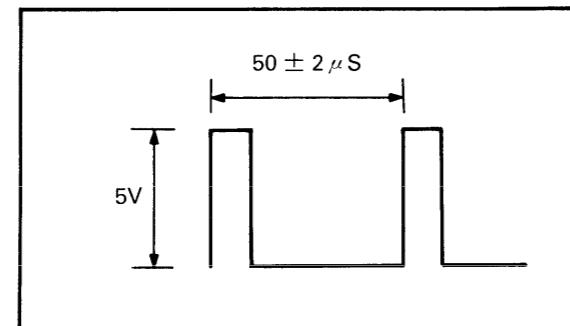

Fig. 2/図2
- Adjust RT2 (47kB potentiometer) on MT board for $T = 50 \pm 2 \mu\text{S}$ (Fig.2).
- $T=50 \pm 2 \mu\text{S}$ になるように、MT基板上のRT2 (47kB半固定抵抗)を調整する。(図2)